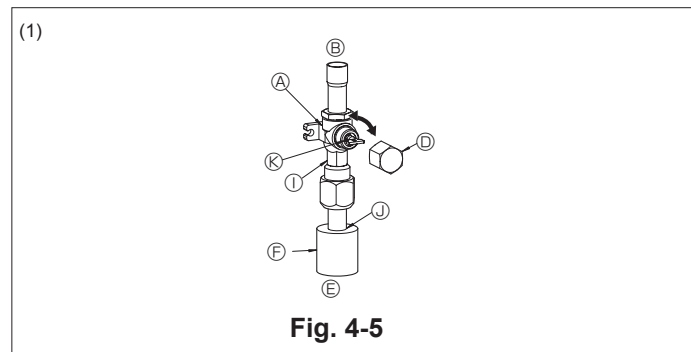
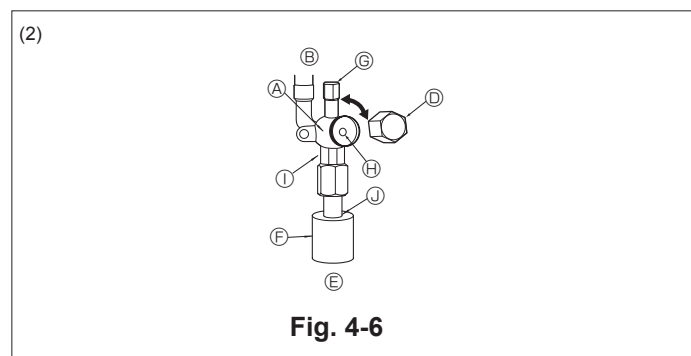

Fig. 4-5
Fig. 4-6
- (1) Côté gaz (Fig. 4-5)
- ① Enlever le capuchon, ramener la poignée vers soi et la tourner d'un quart de tour en sens inverse des aiguilles d'une montre pour ouvrir la vanne.
- ② Vérifier que la vanne d'arrêt est complètement ouverte, appuyer sur la poignée et tourner le capuchon pour le ramener sur sa position d'origine.
- (2) Côté liquide (Fig. 4-6)
- ① Retirez le bouchon, et tournez la tige de soupape à fond dans le sens antihoraire avec une clé hexagonale de 4 mm. Arrêtez de tourner quand elle frappe la retenue. (ø6,35, 1/4 inch: env. 4,5 tours) (ø9,52, 3/8 inch: env. 10 tours)
- (B) Côté appareil